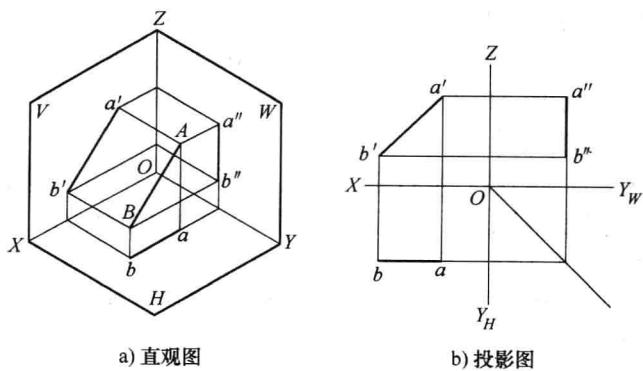

图 1-8 正平线
2) 投影面平行线：平行于一个投影面，与另两个投影面倾斜的直线称为投影面平行线。平行于 V 面的直线称为正平线；平行于 H 面的直线称为水平线；平行于 W 面的直线称为侧平线。其投影特性为“平行面上投影为实长线，其余两面是短线”，如图 1-8 所示为正平线的投影。